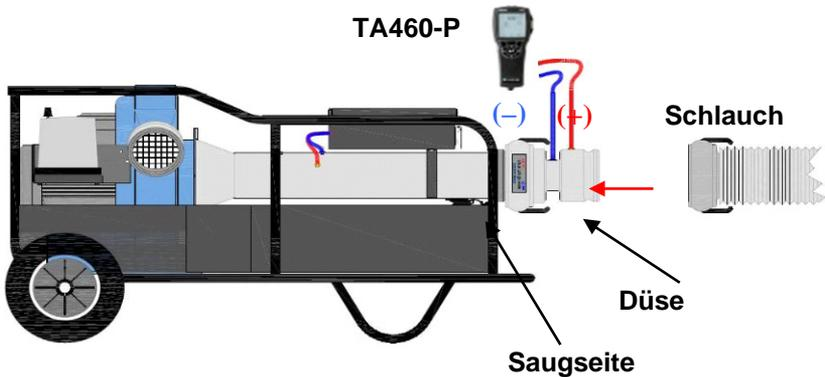

Bild 7
Schließen Sie die Düse auf der Ansaugseite des PANDA an (Bild 7).
1. Schließen Sie den Druckschlauch an der Saugseite an (Bild 7).